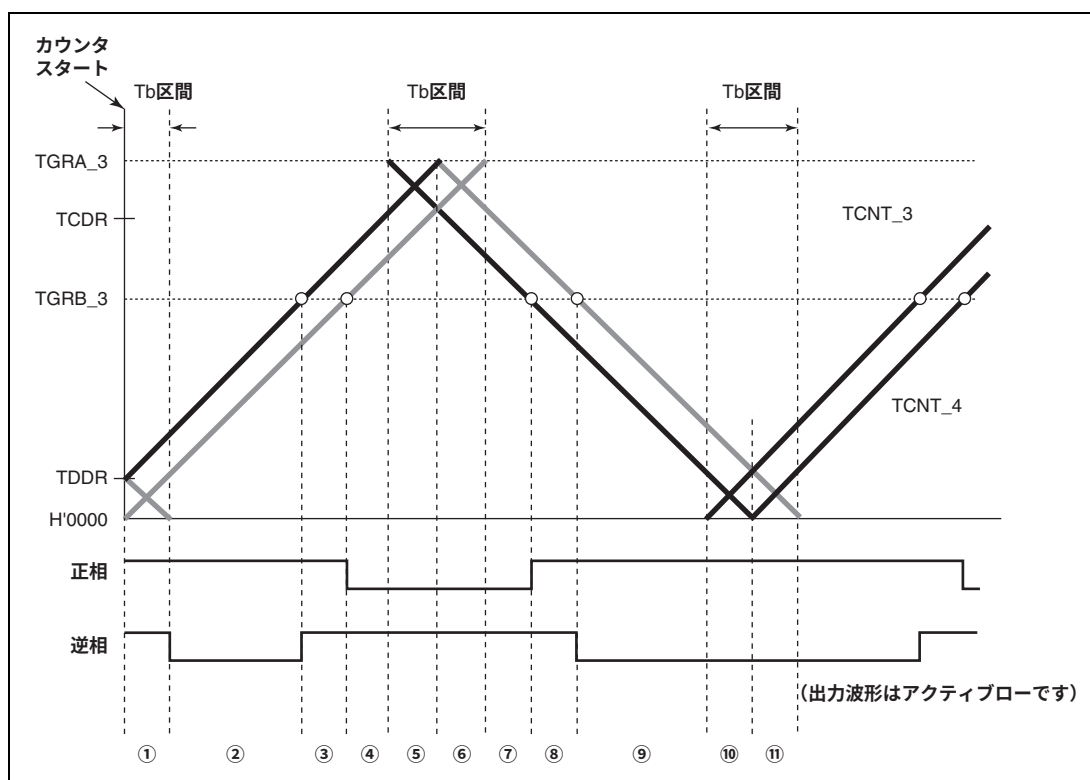

図 12.56 同期カウンタクリアタイミング
WRE ビットを 1 に設定することで初期出力を抑止することができるのは、同期クリアが図 12.56 の⑩、⑪のような谷の T_b 区間に入ってきたときのみです。それ以外のタイミングで同期クリアが起こった場合は、TOCR レジスタの OLS ビットで設定した初期値が出力されます。また、谷の T_b 区間であっても、図 12.56 の①で示すカウンタスタート直後の初期出力期間で同期クリアが起こった場合には、初期出力の抑止は行いません。
(図 12.56 のタイミング③、本モジュールの TWCR レジスタの WRE ビット=1)
(図 12.56 のタイミング⑥、本モジュールの TWCR レジスタの WRE ビット=1)
(図 12.56 のタイミング⑧、TWCR レジスタの WRE ビット=1)
(図 12.56 のタイミング⑪、TWCR レジスタの WRE ビット=1)